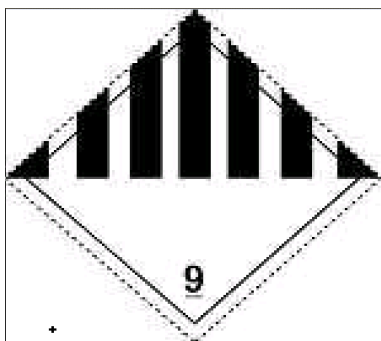

图3：第9类危险性标签
**标识：**如果没有或看不清标签或包装上的警告时，请联系相关人员提供封装和设备标签说明。如果锂电池或电池芯使用空运，包装上根据 IATA 57th 相关要求粘贴第 9 类危险性标签(如图 3)